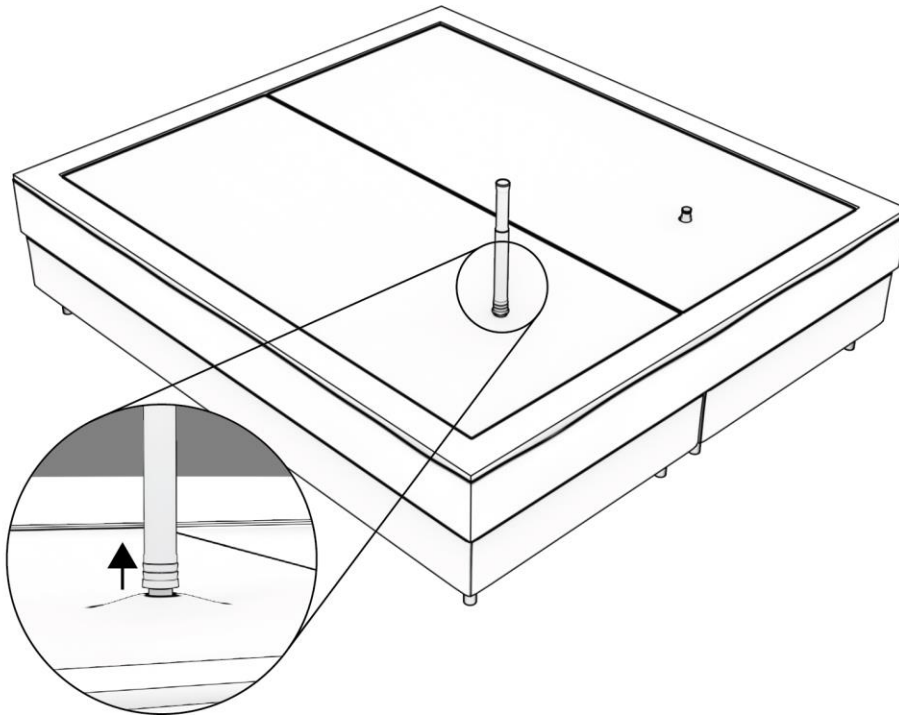

Abbildung 14: Die letzte Luft mit der Entlüftungspumpe aus der Matratze pumpen mp.
Schritt 16. Um die letzte Luft aus der Wassermatratze zu entfernen, schließen Sie die Entlüftungspumpe an die Einfüllöffnung an. Ziehen Sie die Verschlusskappe und die Pumpe etwas hoch, wie in Abbildung 14